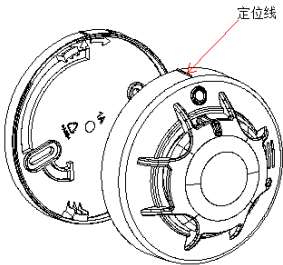

图 5
- 5) 按图 5 将探测器侧壁定位线(小凸棱)处对正底座上箭头所指处,并按旋转箭头指示方向旋转,即可将探测器安装在底座上。